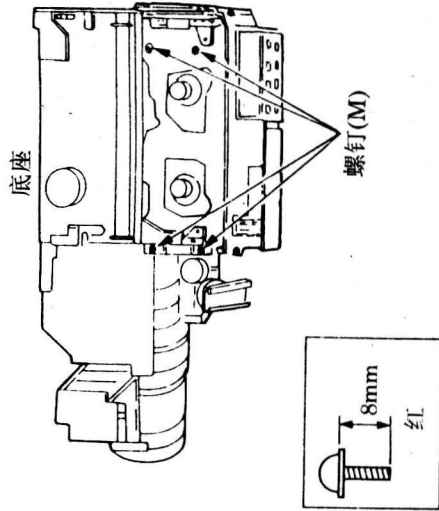

图 18
- 步骤: ① 卸下4个螺钉(M), 如图18所示;
- ② 卸下盒仓部分。